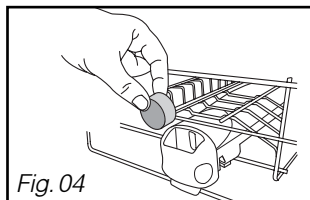
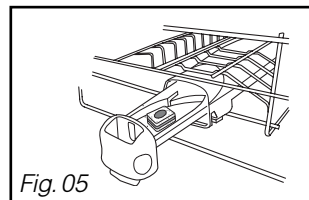

Fig. 04
Fig. 05
non multifonction dans le compartiment extérieur (Fig 04)
ou pour un fonctionnement optimal, tirez le tiroir du distributeur et disposez la pastille. (Fig 05)
• **Disposez la pastille** dans le compartiment extérieur (Fig 04 page précédente), **ou** pour un résultat optimal, tirez le tiroir du distributeur et disposez la pastille à l'intérieur. (Fig 05 page précédente).